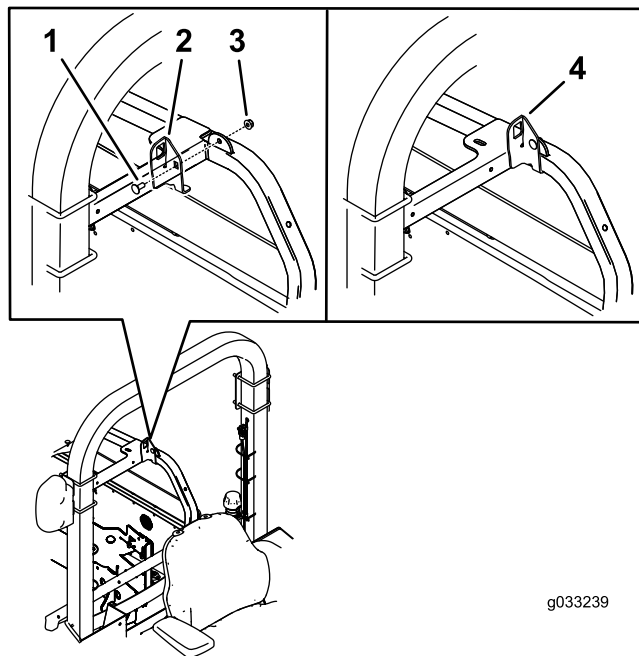

Bild 2
6. Befestigen Sie die Riegelhalterung mit einer Schlossschraube (5/16" x 3/4") und einer Sicherungsmutter (5/16") am Rahmen (**Bild 2**).